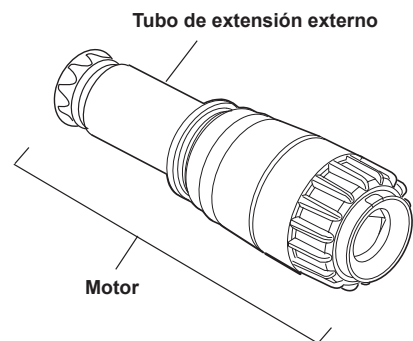

Figura 4
2. Remueva el motor (Figura 4) de empuje superior del cuerpo.